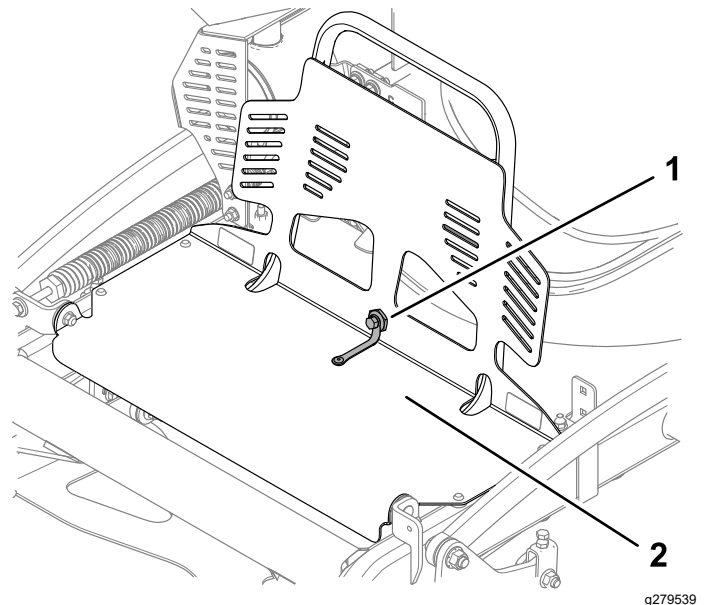

Figura 1
1. Retire o parafuso e porca com olhal que prende a proteção do motor à extensão da proteção (Figura 1).